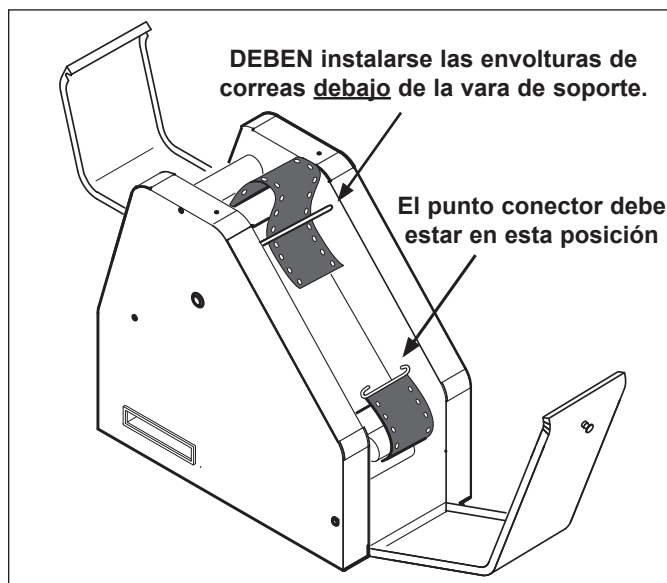

Figura 12. Instalación de las envolturas de correas
3. Instale la envoltura de correa delantera alrededor del rodillo delantero superior con el pasador conector hacia la parte inferior de la unidad (Figura 12).
4. Pase la envoltura de correa por el tostador y pásela alrededor del rodillo delantero inferior (Figura 12).
NOTA: Revise que la envoltura de la correa delantera pase por **DEBAJO** de la vara de soporte. Asegúrese también de que los pernos de la envoltura de correa apunten hacia **ADENTRO** (Figura 12).